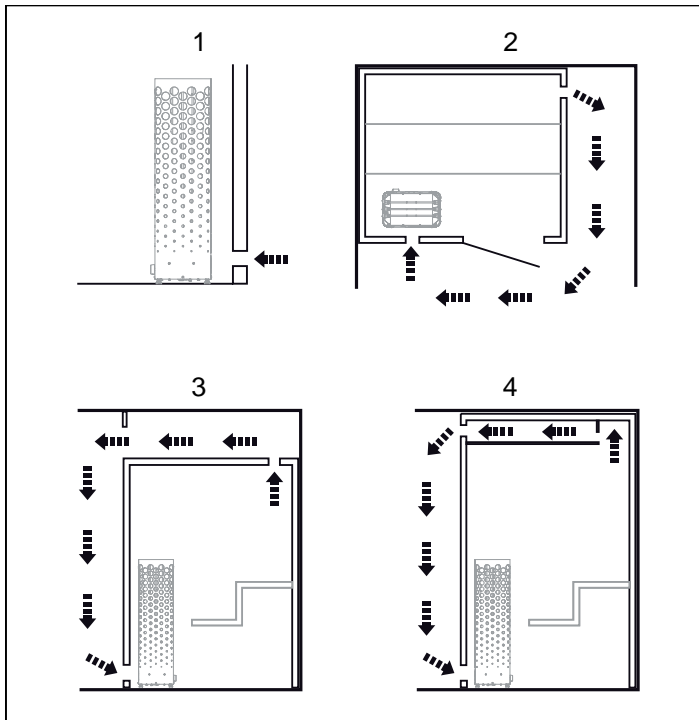

Abb. 6: Position des Zu- und Abluftventils
Platzieren Sie das Zuluftventil gerade durch die Wand, mitten durch den unteren Teil des Ofens, siehe Abb. 6.
- Mit größtmöglichem Abstand zum Zuluftventil, z. B. diagonal gegenüber, siehe Abb. 6.
- Oben an der Wand oder an der Decke, siehe Abb. 6.